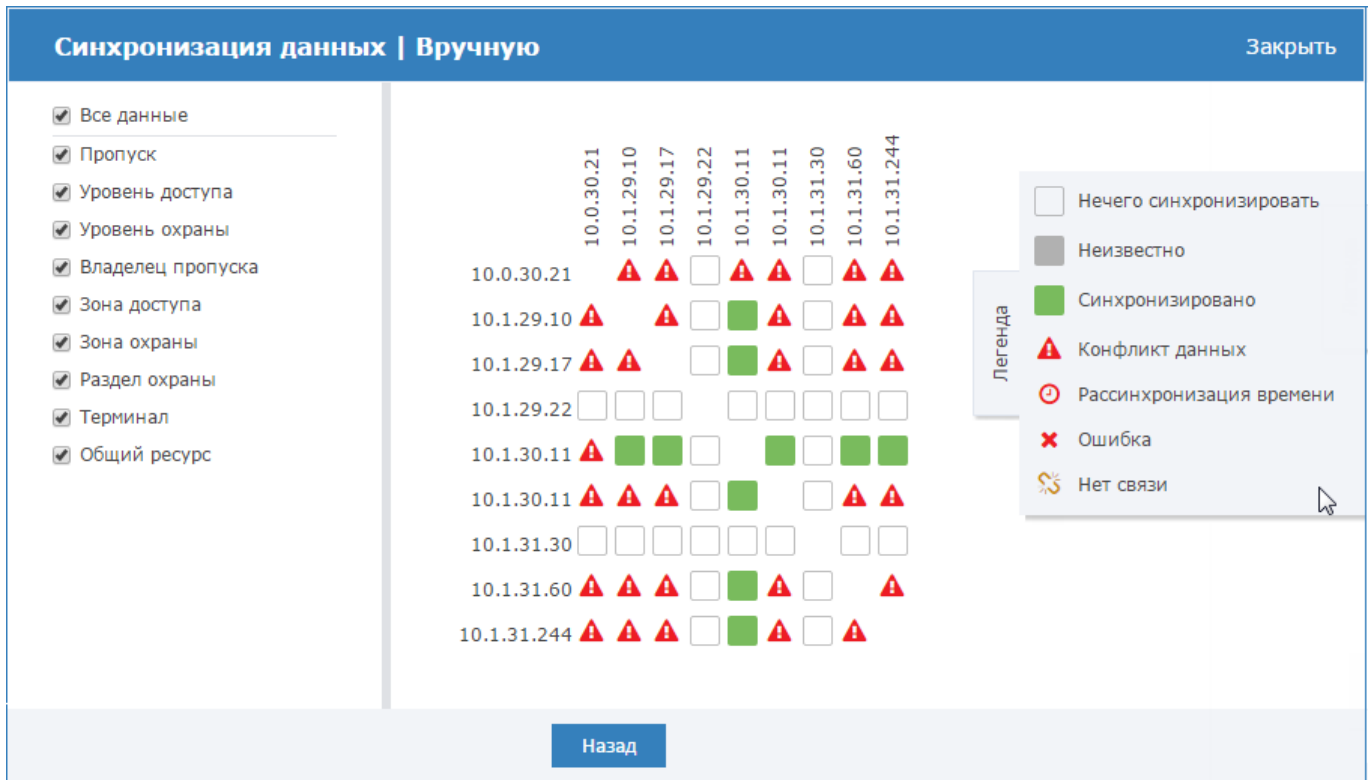

Рисунок 9.48 — Состояние синхронизации данных между узлами
- Чтобы оценить текущий статус данных, в левом столбце выберите тип данных для сравнения. В основной части окна иконками будет показано текущее состояние (рисунок 9.48);.